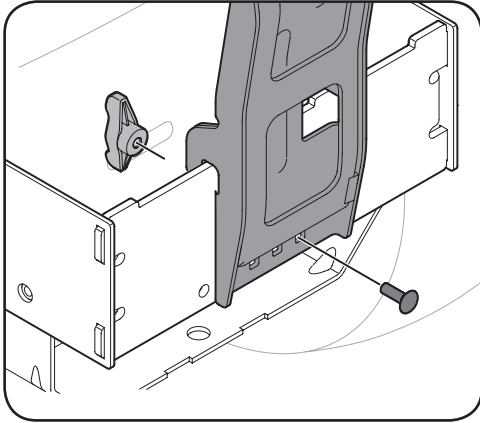

Figura 4-7
3. Fije la unidad de soporte de bolsas a la unidad de montaje con un perno de carro (710-0276) y perilla de aleta (720-04122) del paquete de elementos de ferretería 689-00600. Consulte la Figura 4-7.